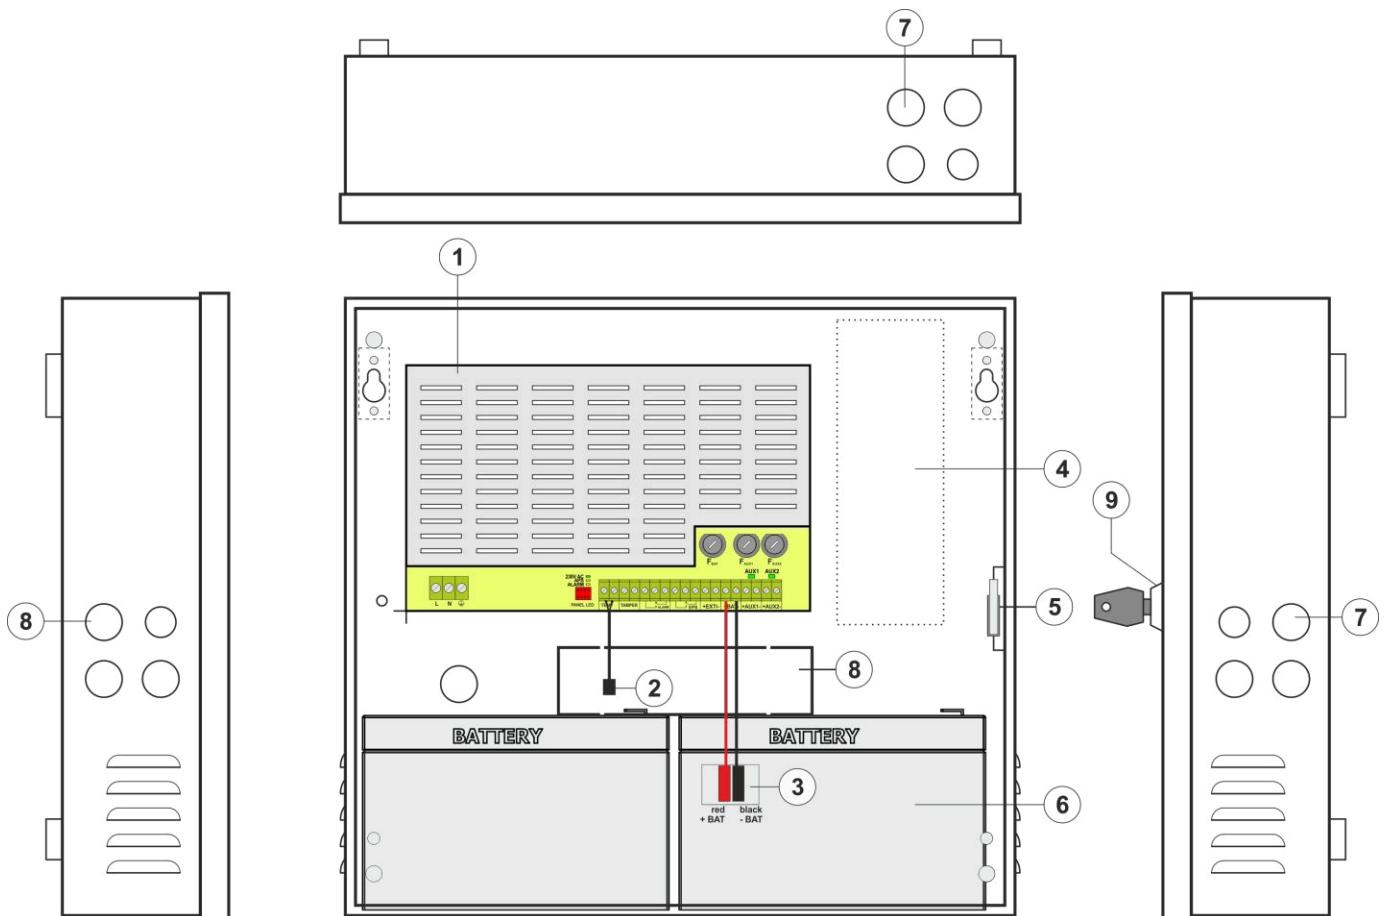

Fig. 3. Vue de l'alimentation basée sur la norme EN54C-2A7.
**Tableau 2. Éléments du bloc d'alimentation (Fig. 3).**
5. Installez les batteries dans une zone désignée de l'enceinte (voir Fig. 3). Connectez les batteries à l'unité d'alimentation en veillant à respecter la polarité. Les batteries doivent être connectées en série à l'aide du câble spécial (inclus). Fixez la sonde de température à l'une des piles à l'aide du ruban adhésif de montage (inclus). Placez la sonde de température entre les piles.